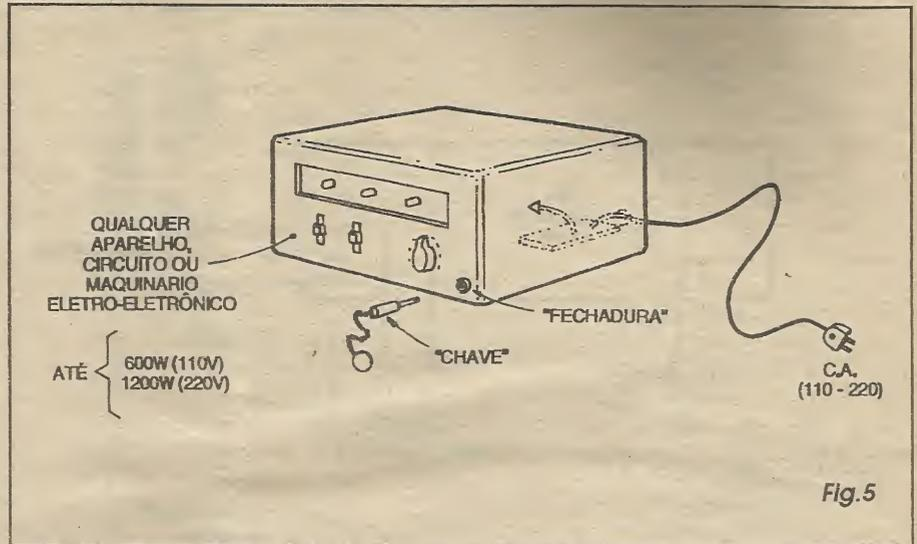

Fig. 5
- FIG. 5 - UMA POSSIBILIDADE PRÁTICA DE UTILIZAÇÃO DO SEL... - Se, por exemplo, o caro leitor/hobbysta pretender restringir o uso de determinado aparelho eletro-eletrônico, de maneira que ninguém mais possa acionar (ligar-desligar) o dito aparelho, a figura dá uma boa ideia geral de como isso pode ser conseguido com o SEL... Basta enfiar a plaquinha à SO EU LIGO lá dentro do
**O SENSOR DE SEGURANÇA CONTRA INCÊNDIO**, mostrado em APE 64, é um projeto que venho procurando há muito tempo (inclusive já fiz algumas tentativas, de minha própria invenção, mas nenhuma com resultados totalmente positivos...). Realizei a montagem, experimentalmente (antes de partir para a versão definitiva...) e comprovei o funcionamento, porém com alguns probleminhas que agora relato, na esperança de que vocês possam me auxiliar a resolvê-los... Estou mandando um desenho de como acomodei os diodos sensores numa calha metálica, para recolher e sentir o calor... Depois de cuidadosamente calibrado, o circuito realmente funcionou, mas estou achando que a sensibilidade ficou muito reduzida, já que necessita de certa proximidade da fonte de calor, para as aplicações que pretendo, haveria a necessidade do circuito realmente perceber o calor numa distância maior, e mais rapidamente, o que não está ocorrendo no meu protótipo... Não consegui obter aquela parábola refletora indicada no artigo (fig. 5, pág. 7, APE 64)... Será que se o refletor/concentrador de calor não for exatamente conforme descrito, o SESCOI não funcionará...? Além disso, haverá alguma maneira de tornar maior a própria sensibilidade do circuito...? Agradeço por qualquer auxílio que possam me dar, através do **CORREIO** (eu espero...) - Noemir C. de Souza - Recife - PE